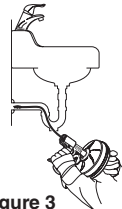

Figure 3
- Dévissez le tampon de dégorgement ou retirez le siphon (Figure 3).